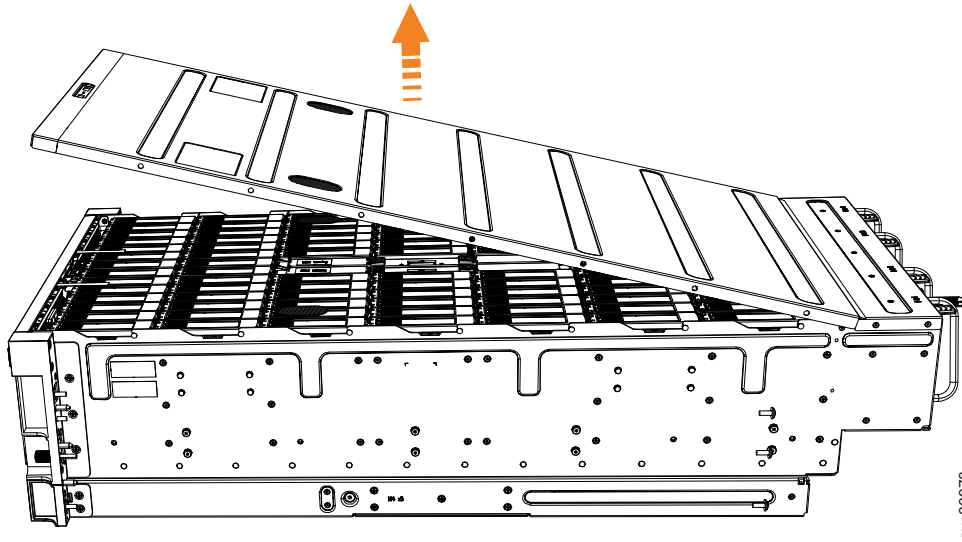

Figure 53. Retrait du capot du système 2145-92F
4. Soulevez le capot avec précaution, comme indiqué la figure 53, à la page 64.